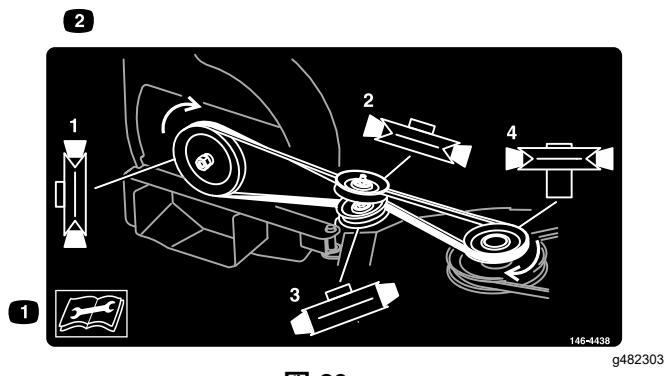

図 29
8. 図 29 のように、ベルトをプロアとアイドラブーリに取り付ける。ベルトをプロアのブーリのV溝に